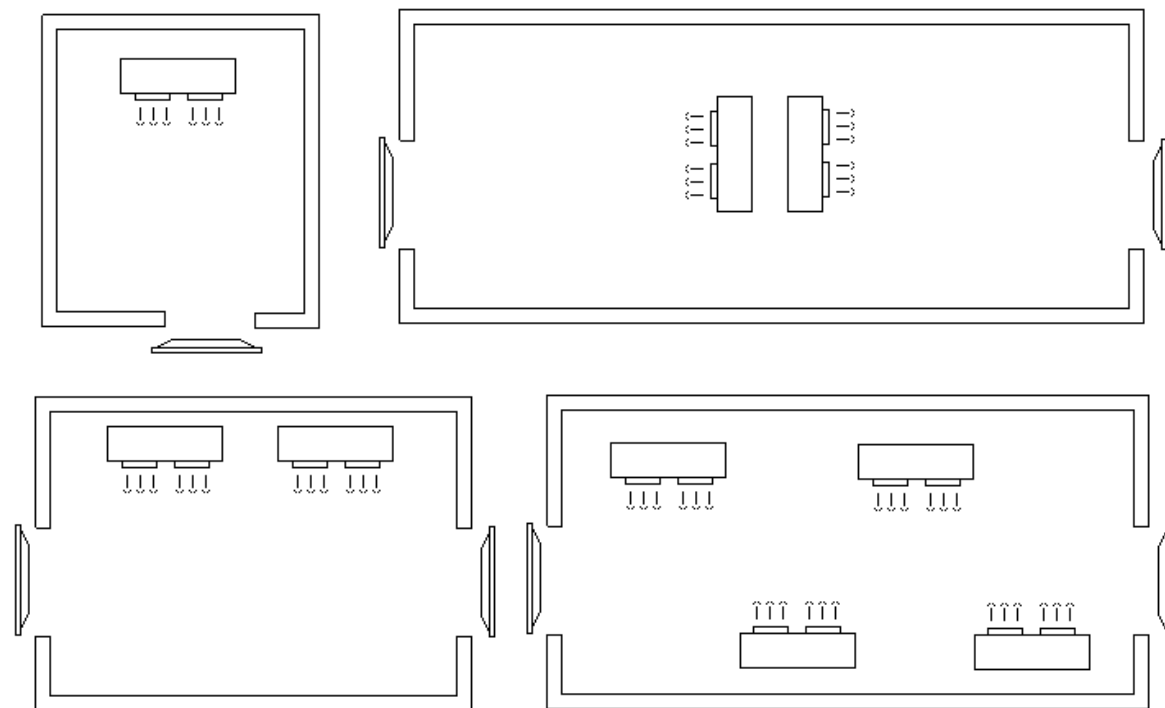

Figura 1 - Localização de evaporadores na câmara
- Posicionar evaporador(es) conforme Figura 1.